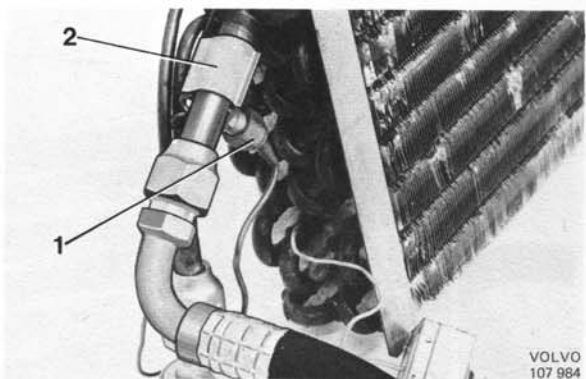

Abb. 36 Ausbau des thermischen Expansionsventils, spät. Ausf.
- (1, Abb. 36) lösen und die Klammer (2) zur Halterung des Kapillarrohres entfernen.
7. Druckausgleichrohr anschließen und das Kapillarrohr am Auslaufstutzen des Verdampfers festklammern (Abb. 36).